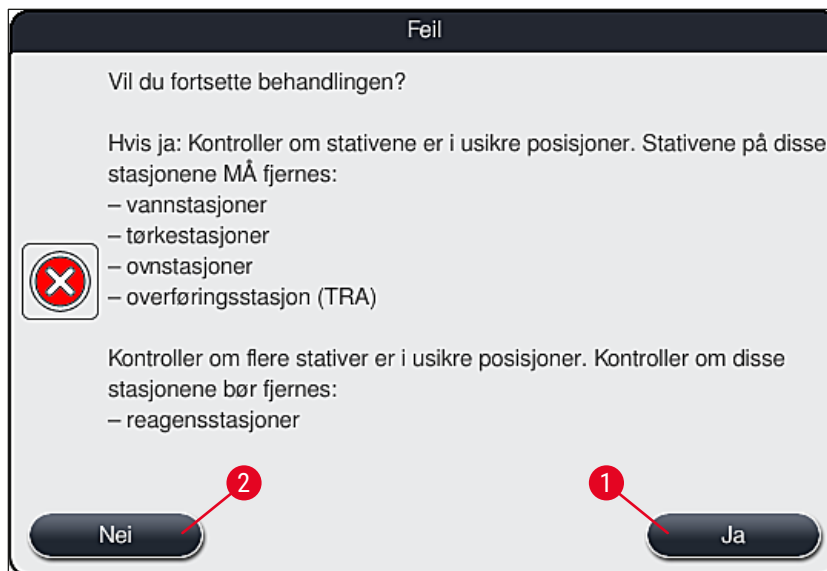

Fig. 110
4. Deretter kan brukeren velge om fargeprosessen skal gjenopptas (→ S. 134 – 8.2.2 *Gjenoppta fargeprosessen etter et strømbrudd*) eller avbrytes (→ S. 136 – 8.2.3 *Avbryte alle fargeprosesser etter et strømbrudd*) (→ "Fig. 110").
2. Fjern de kritiske stativene fra instrumentet i samsvar med forrige informasjonsmelding (→ "Fig. 110"), og bekreft fjerningen ved å trykke på den tilsvarende stasjonen (→ "Fig. 111-1") på skjermen.
Du kan angre avbrytelsen av fargeprosessen og returen til forrige valgmeny (→ "Fig. 110") ved å trykke på **Avbryt**-knappen (→ "Fig. 112-2").